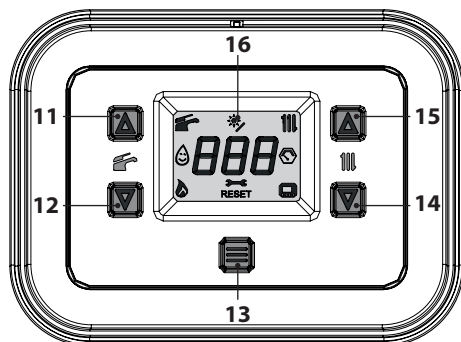
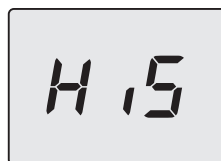
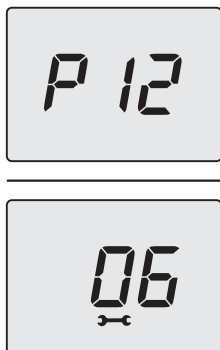
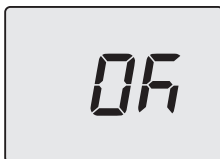

Figura 5.73
Figura 5.74
Figura 5.77
Figura 5.78
- Entrare in "modalità programmazione" premendo contemporaneamente per 5 secondi i tasti 12 e 14 (Figura 5.73) fino a far apparire sul display LCD le lettere **HiS** che indicano il menu "Storico delle caldaia" (Figura 5.74).
- Premere per 1 sec. il tasto 13 (Figura 5.73) per entrare nel parametro selezionato. Il display visualizzerà quanto segue (Figura 5.77).
- Premendo il tasto 13 (Figura 5.73) si ottiene la conferma del valore inserito. Il display visualizzerà per 5 sec. quanto segue (Figura 5.78) poi, si porterà al livello superiore.
- Premendo contemporaneamente i tasti 12 e 14 (Figura 5.73) si esce senza modificare il valore (ritorno al livello precedente).
- tenere premuti contemporaneamente i tasti 12 e 14 per 5 sec. (Figura 5.73) (ritorno al livello precedente).